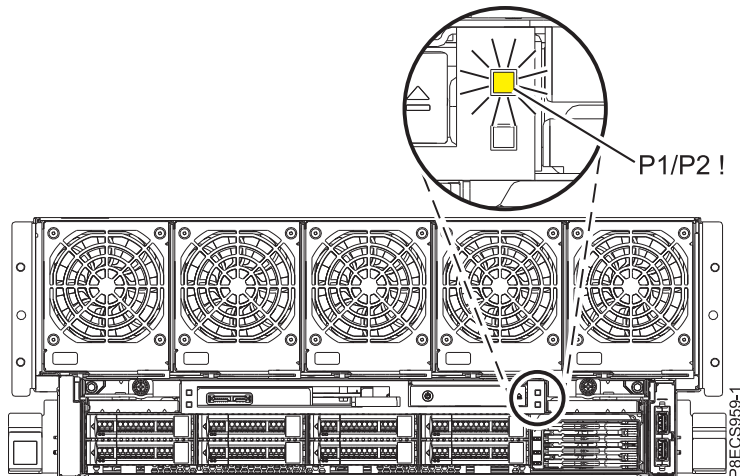

Figure 1. Voyant de panne **P1/P2 !** situé à l'avant du système 8408-E8E
7. Notez l'état du voyant de panne **P1/P2 !** situé à l'avant de votre système, comme illustré dans la figure 1, à la page 3.